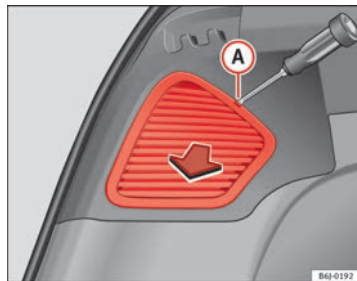

Fig. 169 Luci laterali
- Rimuovere la copertura con un cacciavite dalla punta piatta collocato nella scanalatura indicata **A** ⇒ fig. 169.